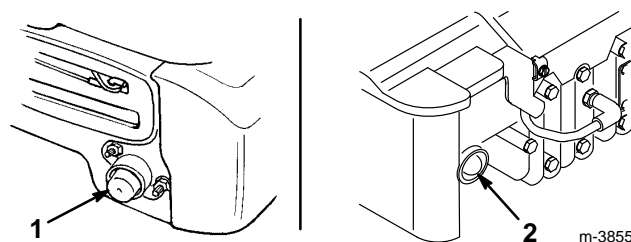

Figure 8
1. Pousser trois fois sur l'amorceur (cinq fois pour le modèle 20060 ou si la température est inférieure ou égale à 13°C/55°F, à 2 secondes d'intervalle (Fig. 8).